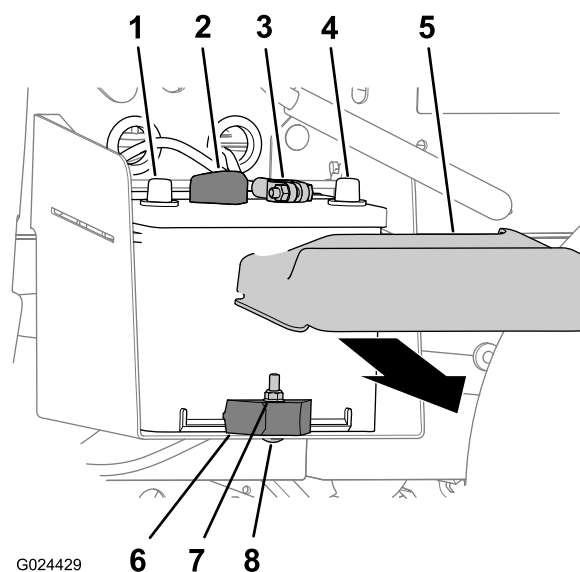

図 47
1. バッテリーカバーを両側からを押すようにしてバッテリー上部からカバーを外す (図 47)。
2. バッテリーのマイナス端子からマイナス-ケーブルを外す 図 47。
3. バッテリーのプラス端子からプラスケーブルを外す 図 47。
2. バッテリーをバッテリートレイに固定しているロックナット、キャリッジボルト、バッテリークランプを外す 図 47。
3. バッテリートレイからバッテリーを取り出す 図 47。
1. バッテリートレイにバッテリー載せる 図 47。
注 バッテリーのプラス端子とマイナス端子が 図 47 のように整列するように取り付けること。
2. バッテリークランプ、キャリッジボルト、ロックナットを使って、バッテリーをバッテリートレイに固定する 図 47。
1. バッテリーのプラス+ケーブルをバッテリーのプラス端子に接続する 図 47。
2. バッテリーのマイナス-ケーブルをバッテリーのマイナス端子に接続する 図 47。
3. バッテリー上部に、バッテリーカバーを取り付ける 図 47。